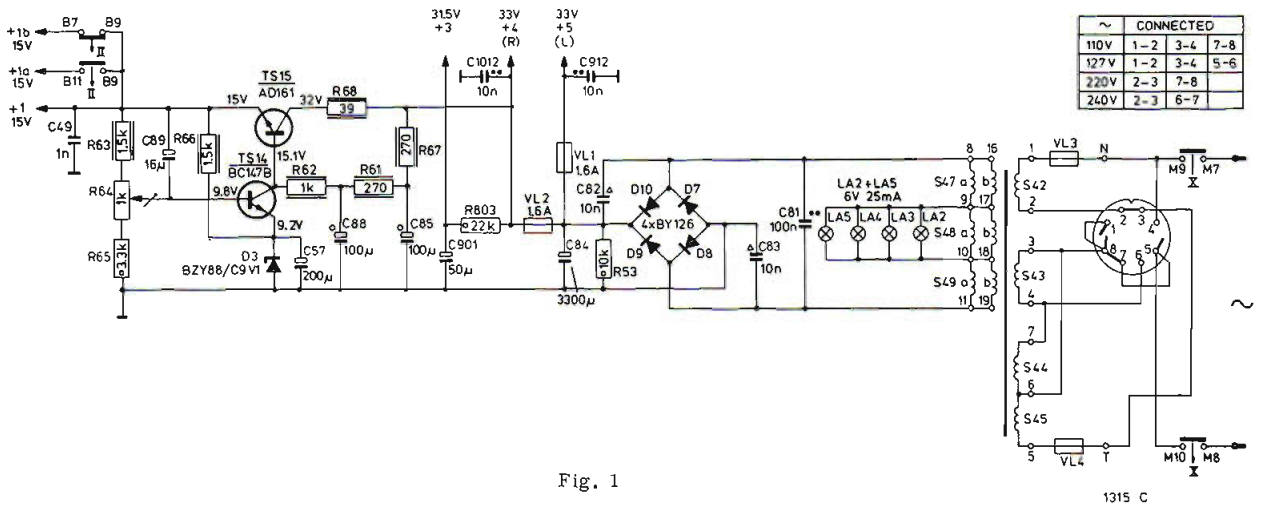
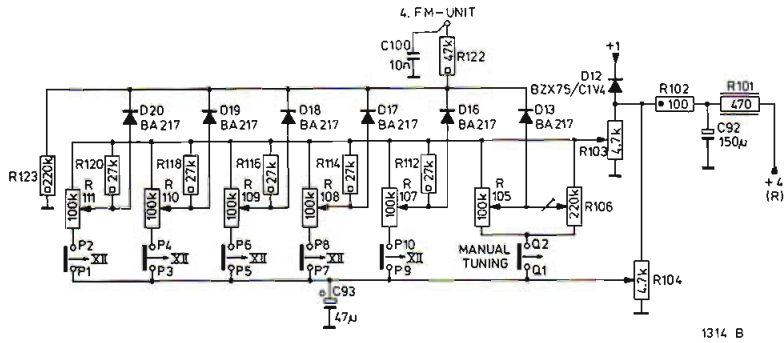
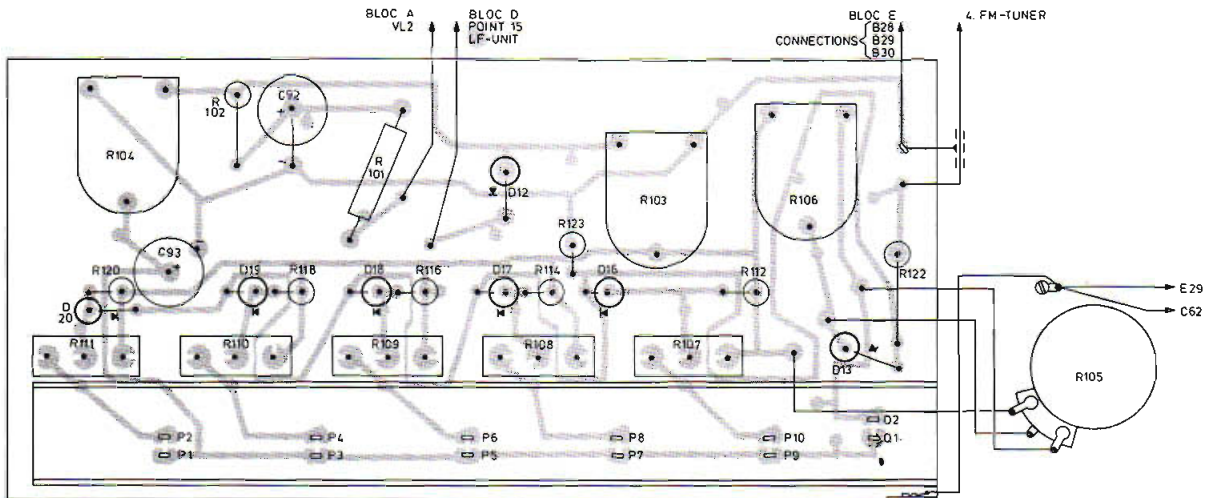

Fig. 1
Fig. 2
Fig. 3
2. The FM preselection unit has been modified as shown in Figs. 2 and 3. Reason: Mutual affecting the preselections has been eliminated.
- 1 De voeding gewijzigd volgens fig. 1 en fig. 3 Reden: Vermindering van frekwentiedrift t.g.v. temperatuur- en netspanningsvariaties.
- 2 Het FM-preselectiegedeelte gewijzigd volgens fig. 2 en fig. 3. Reden: Ter opheffing van wederzijdse beïnvloeding van de preselecties.
1. During production, an additional p.c. board, on which part of the supply unit is integrated, has been fitted. The circuit diagram remains unchanged. The new p.c. board is shown in fig.1.